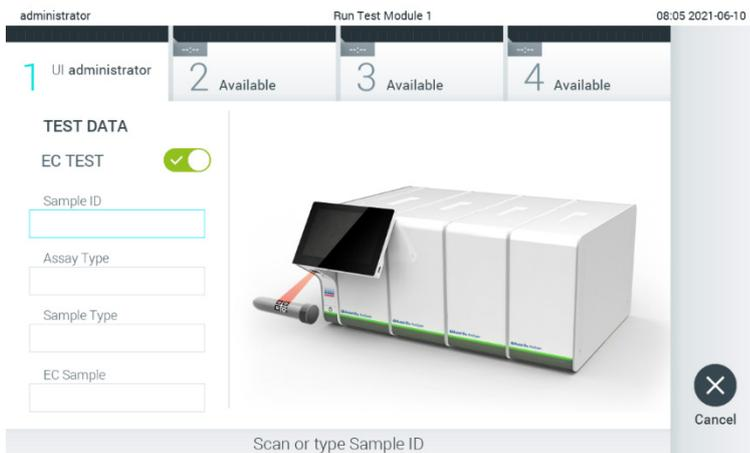

Figure 89. Activez le bouton à bascule EC Test (Test EC) pour activer un test EC.
2. Activez le bouton à bascule EC Test (Test EC) (figure 89).
3. Lorsque vous y êtes invité, lisez le code à barres d'identification de l'échantillon à l'aide du lecteur de codes à barres intégré au module opérationnel (figure 89)